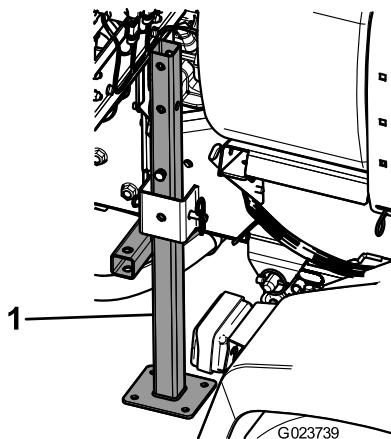

Bild 51
3. Setzen Sie die hinteren Stützböcke von unten in den Rahmen in der Nähe der hinteren Vergurtungsstellen ein (**Bild 51**).